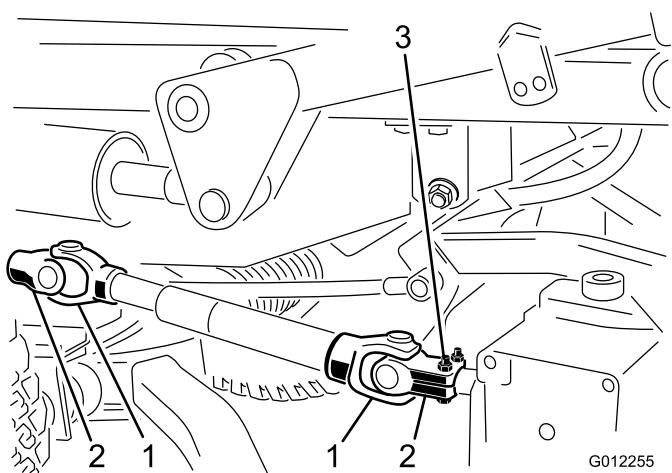

図 19
3. 駆動シャフトのヨークをギアボックスに固定しているロールピンをたたいて外す(図 19)。キャップスクリュとロックナットをゆるめて、入力シャフトからヨークを外す。カッティングユニットを取り付けずにトラクションユニットを使用する場合には、トラクションユニットのPTOシャフト部分でヨークからロールピンを外して、駆動シャフト全体をトラクションユニットから取り外す。